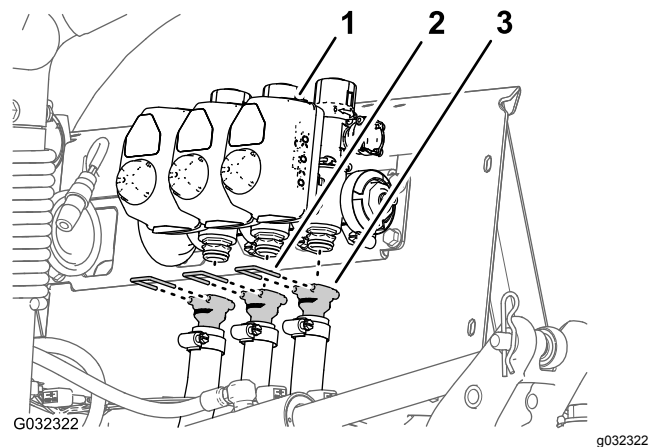

**Figura 48**
5. Sotto la sezione della barra centrale, rimuovete la fascetta stringitubo che fissa il flessibile di alimentazione per la sezione della barra al raccordo a T dentellato (**Figura 48**).